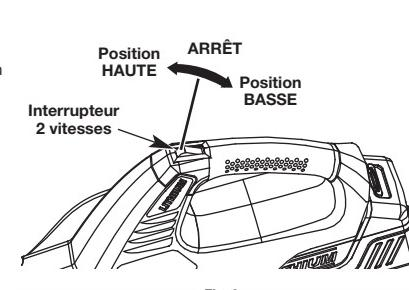

Fig. 3
- Appuyez sur l'interrupteur pour sélectionner la position HAUTE ou BASSE (Fig. 3).
- Appuyez sur l'interrupteur pour sélectionner la position ARRÊT (Fig. 3).